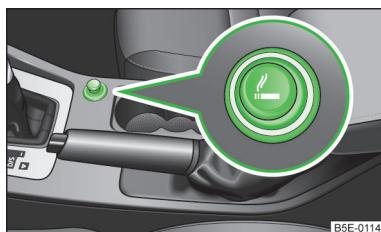

Fig. 64
- Pulse el botón del encendedor » fig. 64.